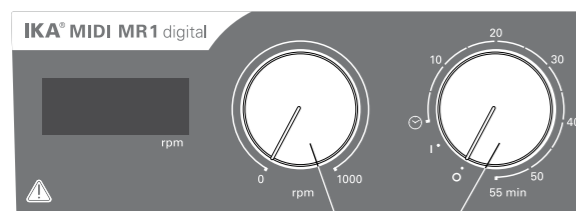

Fig. 3
- ☞ 「オン/オフ」および「タイマー」ダイヤルノブ (B, Fig. 3参照) を時計回りに「1」の位置まで回し、本体の電源を入れます。
- ☞ 「オン/オフ」および「タイマー」ダイヤルノブ (B) を「0」の位置まで回し、本体の電源を切ります。
- ☞ 「回転数」ダイヤルノブ (C, Fig.3参照) を回すことにより、MIDI MR 1 digitalは0~1000rpm、MAXI MR1digitalは0~600rpmの範囲内で回転速度を設定することができます。